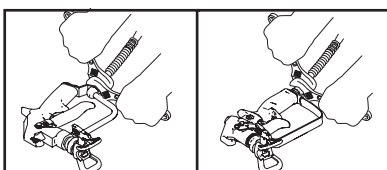

Fig. 9
2. Collegare il flessibile a frusta (se applicabile) e la pistola all'altra estremità del flessibile. Serrare saldamente. (Fig. 9)